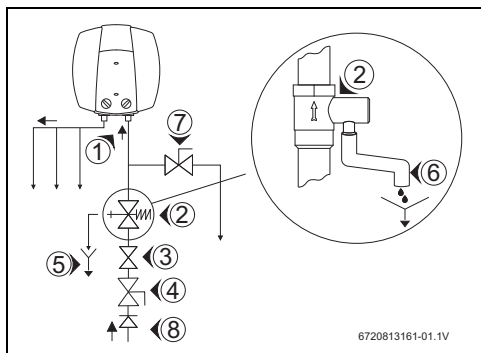

Fig. 9 Raccordement d'eau
- ▶ Monter la soupape de sécurité sur le raccordement d'eau froide du ballon d'eau chaude sanitaire (→ fig. 9 et 10).
Lorsque la pression d'eau est supérieure à 80% de la pression maximale du ballon d'eau chaude sanitaire (6,4 bars), installer une soupape de réduction de pression (→ fig. 9).